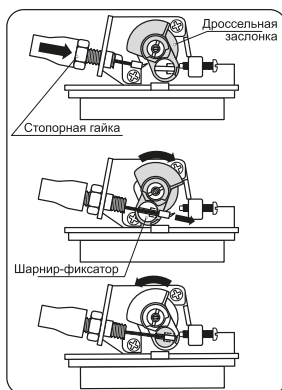

Рис.5
- Подсоедините трос к двигателю и вставьте его конец в шарнир дроссельной заслонки (Рис.5).